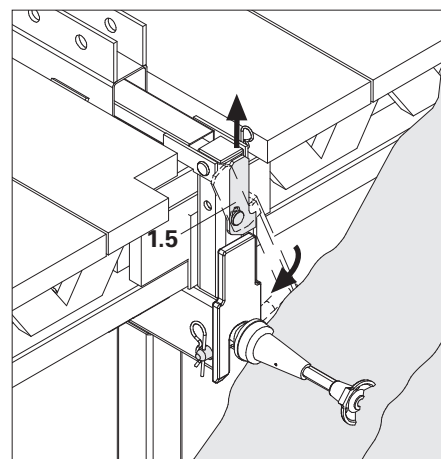

Fig. B4.07
2. Levantar as cavilhas de segurança (1.5) e rodar debaixo do anel (5.6) e travar com grupilha. (Fig. B4.07)